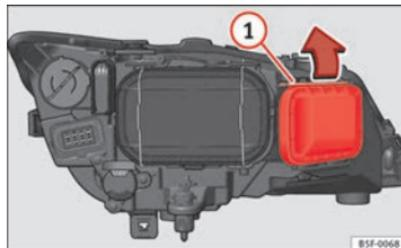

Fig. 144 Lámpara luz de carretera
- Desplace el tirante ⇒ fig. 144 ① en el sentido de la flecha y saque la tapa.